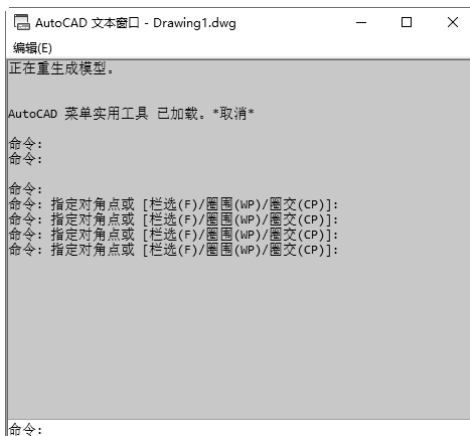

图 1-2 AutoCAD 文本窗口
- （3）针对当前命令行窗口中输入的内容，可以按 F2 键，在打开的 AutoCAD 文本窗口中用文本编辑的方法进行编辑，如图 1-2 所示。AutoCAD 文本窗口和命令行窗口功能相似，但可以更好地显示当前 AutoCAD 进程中命令的输入和执行过程。在执行某些 AutoCAD 命令时，会自动切换到该窗口，并列出有关信息。